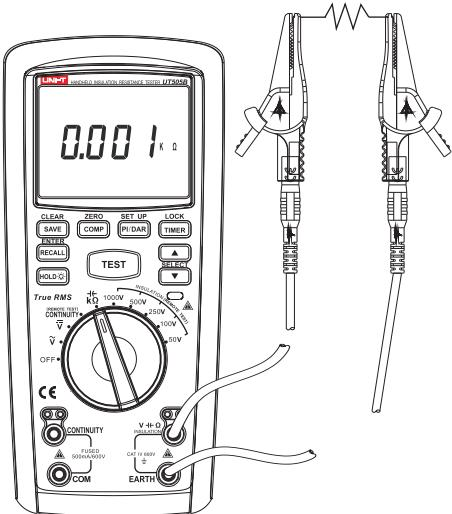

图7
4、电阻/电容测量**4.1 电阻测量(见图7)**
- ① 将红色表笔插入“V”插孔(红色孔)，黑色表笔插入“EARTH”插孔(黑色孔)。
- ② 将转盘开关旋转置“KΩ/±”将表笔并联到被测电阻二端上。
- ③ 从显示屏上即可读出当前的电阻测量值。
- ④ 在测量过程中如果想保存测量电阻值只需按下“SAVE/CLEAR”按键即可保存。